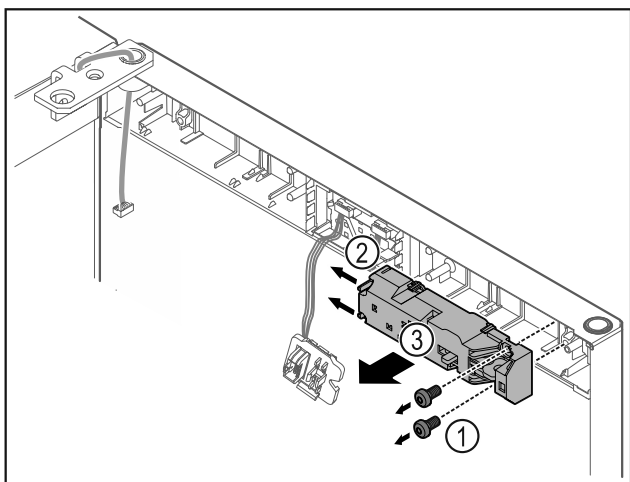

Fig. 17
- ▶ Ta bort skruvarna Fig. 17 (1).
- ▶ Tryck spärrklacken Fig. 17 (2) åt sidan och ta av fjärrlåset Fig. 17 (3).